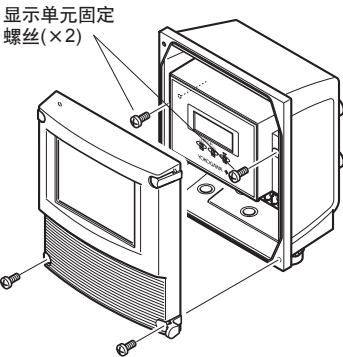

图6.3.2 移除显示单元的固定螺丝
(1) 用手支撑时，松开两个显示单元的固定螺丝(参阅图6.3.2)。